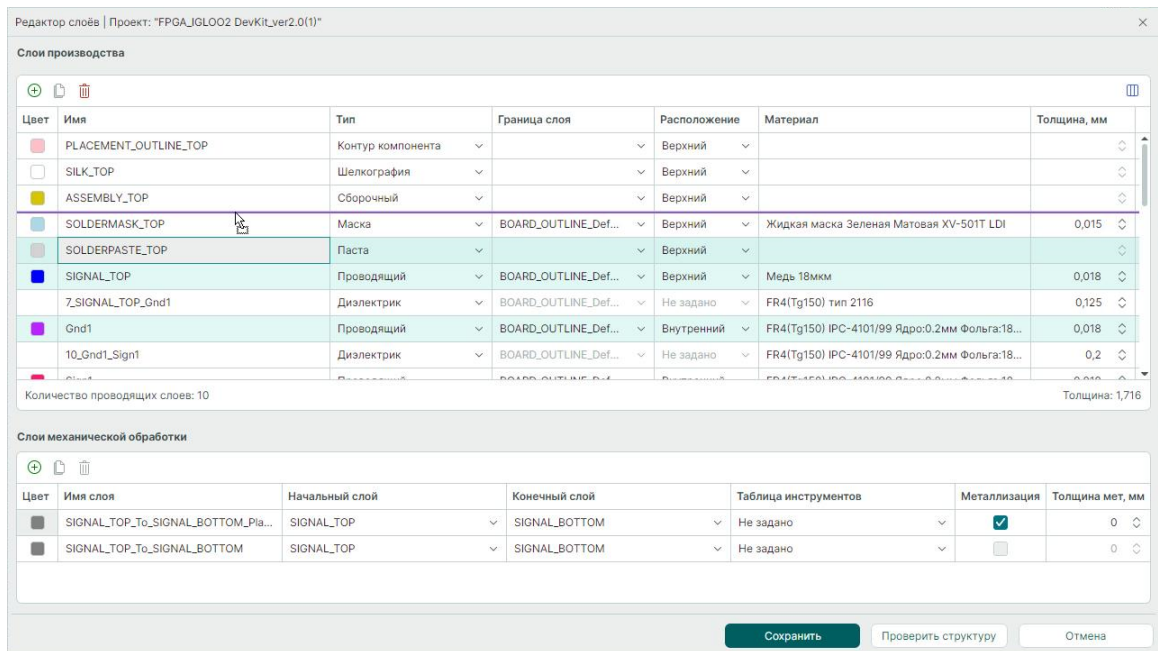

Рис. 299 Перемещение группы слоев
2. Не отпуская левую кнопку мыши, переместите слои. Возможное место расположения будет обозначено линией фиолетового цвета, см. Рис. 299.